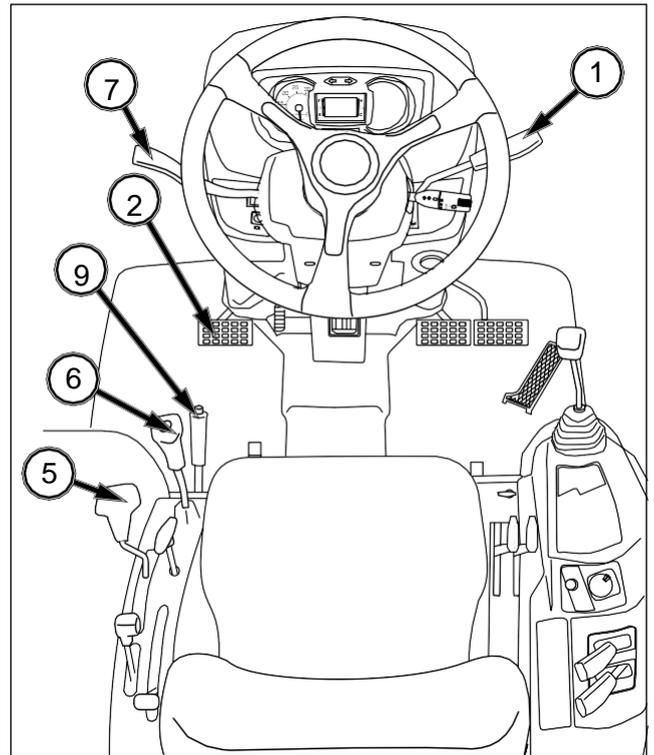

FIG. 91
FIG. 91 y 92: Para detener el tractor, desplace la palanca del acelerador (1) hacia delante para reducir el régimen del motor y la velocidad de desplazamiento. Pise a fondo el pedal de acoplamiento (2) y el pedal de freno (3 y 4) para detenerse. Sitúe la palanca de selección del intervalo de velocidad (5), la palanca de cambio de velocidad (6) y la palanca de sentido de la marcha (7) en posición Neutra.